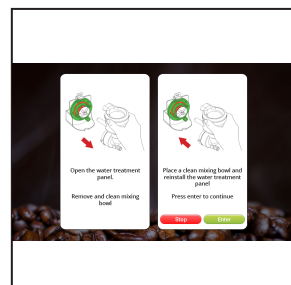

Fig.6
5. Afișajul va arăta **AȘEZAȚI LA LOC UN BOL DE AMESTECARE CURAT, APĂSAȚI ENTER PENTRU CONFIRMARE**. Apăsăți ENTER. (Vezi Fig.6).